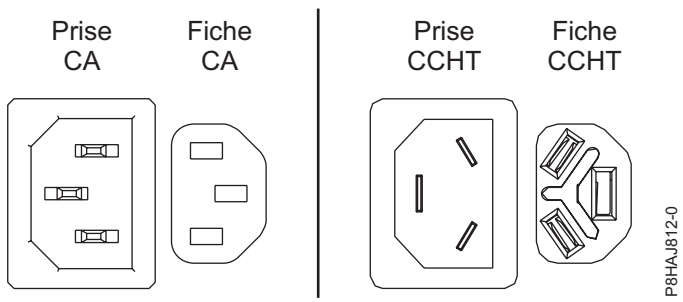
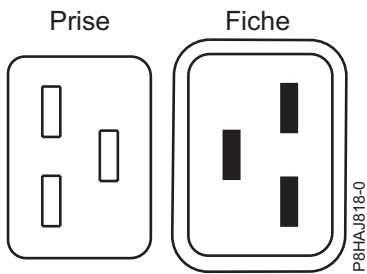
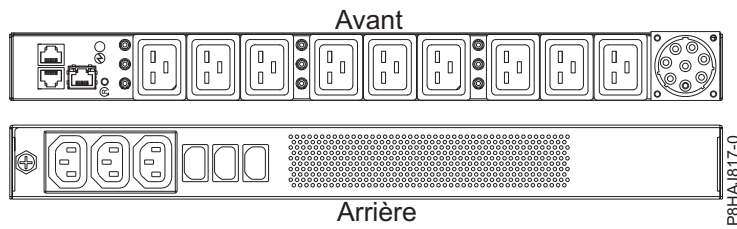

Figure 35. Connecteurs CA et CCHT
Figure 36. Connecteurs pour le système 8408-44E
Figure 37. Unité d'alimentation pour le système 8408-44E
La figure 35, à la page 51 représente les connecteurs pour courant alternatif (CA) et courant continu haute tension (CCHT) pris en charge. Les figure 36, à la page 51 et figure 37, à la page 51 illustrent les